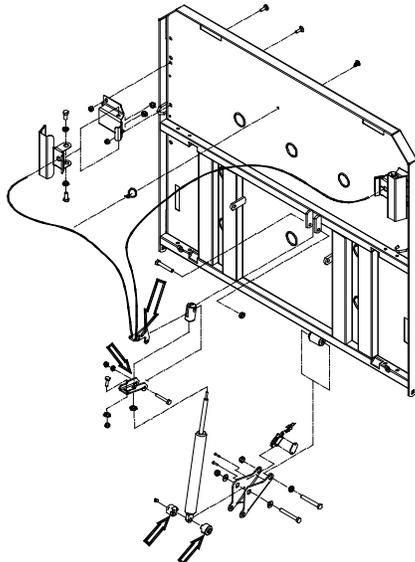

Figure 2.2D
- ___ Les manchons entretoises du cylindre amortisseur et les leviers mobiles et fixes (voir fig. 2.2D, page 11) du mécanisme de remise en position RCR.